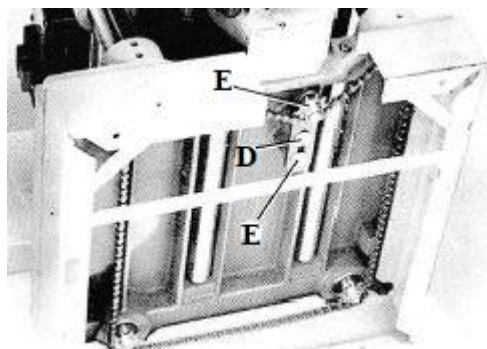
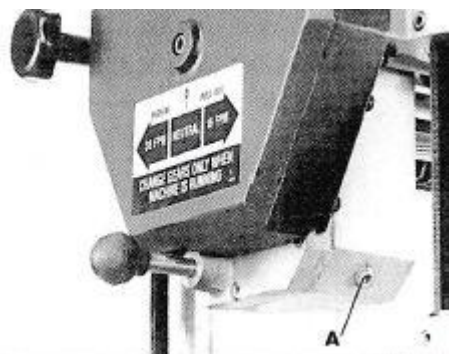
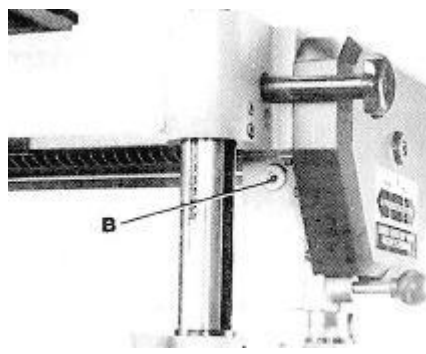

Рис. 37
Рис. 48
Рис. 49
5. Если корпус головки не параллелен столу, то наклоните станок на бок, как показано на Рис. 37, снимите болт (С) и ослабьте болт (D), Рис. 37, что позволит переместить узел направляющего колеса (E) достаточно далеко для ослабления натяжения цепи, как показано на Рис. 48. Снимите цепь с колеса на конце корпуса головки, который необходимо отрегулировать. В этом случае цепь была снята с колеса (F).
7. Установите обратно цепь, стараясь не нарушить положение колес, и установите обратно узел направляющего колеса (E), Рис. 37.
Сливная заглушка для замены масла зубчатого редуктора показана как (А) на Рис. 48. Заглушка для заливки и контроля уровня масла показана как (В) на Рис. 49.